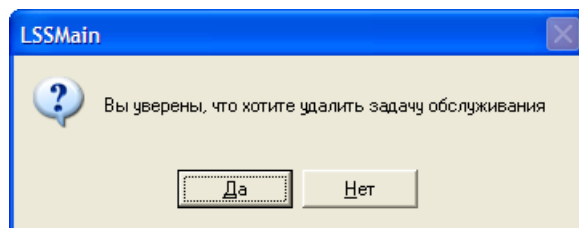

Рис. 3-26
3. В появившемся окне подтвердите удаление выбранной задачи обслуживания (рис. 3-26).